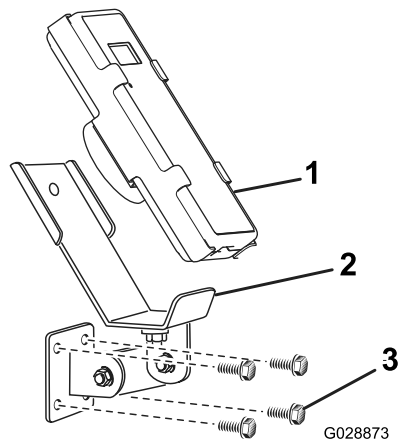

图 14
3. 用 4 个 5/16 x 1½ 英寸 凸缘头螺栓和凸缘锁紧螺母连接安装支架和支撑板 图 14 和 图 15。